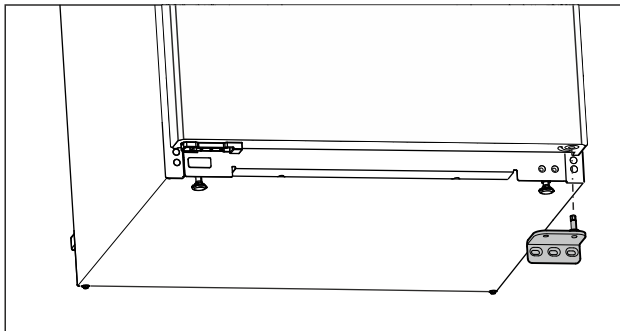

Fig. 7
- ▶ Ležajni podstavek snemite navzdol. (glejte Fig. 7)